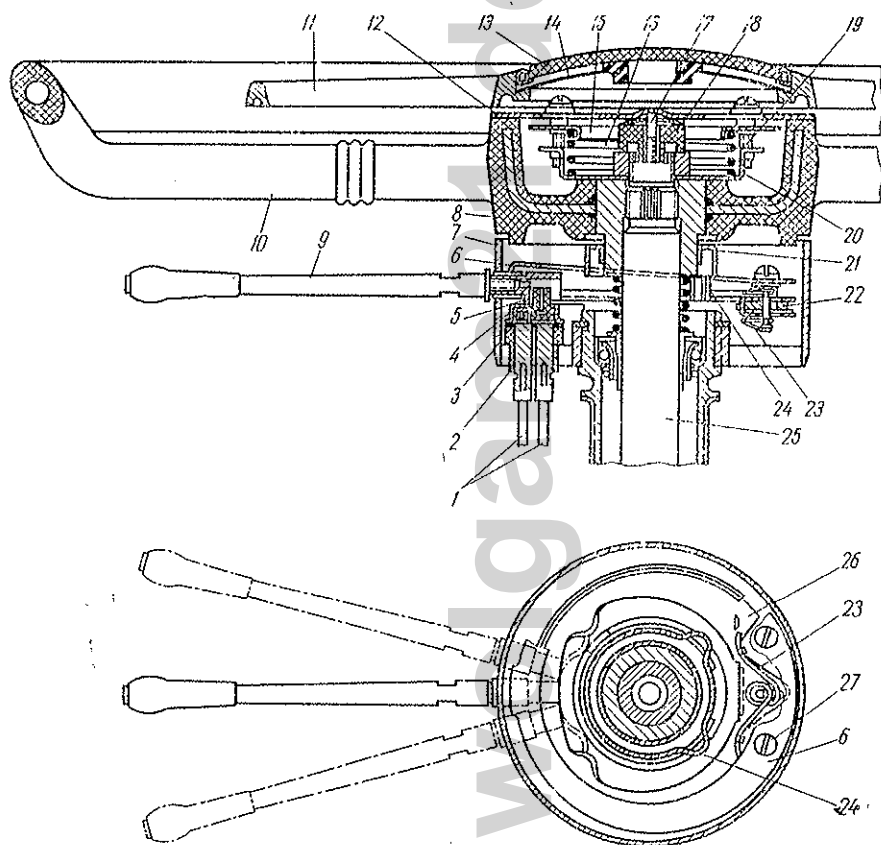
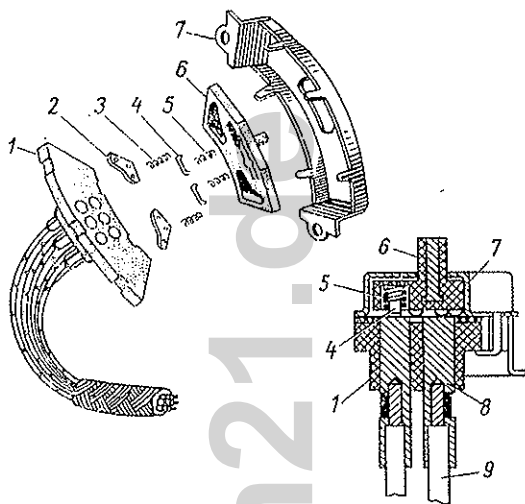
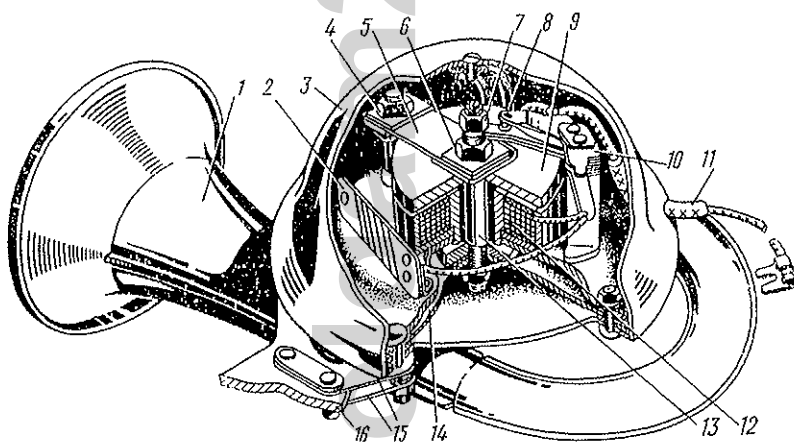

Bild 289 Hornschalter und Blinkerschalter:
Bild 290 Blinkerschalter:
Bild 301 Horn:
Den Aufbau des Blinkerschalters zeigt Bild 289. Dieser Schalter besteht aus Gehäuse 7, in dem alle Teile des Blinkerschalters untergebracht sind, Umschalter II43 mit Kabeln (Bild 290) zum Anschluß des Blinkerlampenkreises an die Stromquelle und einer mechanischen Betätigung zum Ein- und Ausschalten des Umschalters II43.
Verstellung des Umschaltwerks, Verschleiß der Nocken von Platte 26 (Bild 289) oder Abbrand der Kontakte von Unterbrecher II43 sowie wegen Mängeln der Lampen oder ihrer Fassungen.
Beide Hörner haben Ein-Leiter-Anschluß und werden gleichzeitig mit einem am Lenkrad eingebauten Schaltring über ein Relais PC503 eingeschaltet. Bild 289 zeigt den Aufbau des Schaltrings. Der Aufbau des Horns ist in Bild 301 dargestellt.
3. Das nachzustellende Horn einschalten und abhören. Ist der Klang schwach, so ist das Horn durch Drehen der Mutter 7 (Bild 301) nachzustellen. Hat das Drehen der Mutter 7 keinen